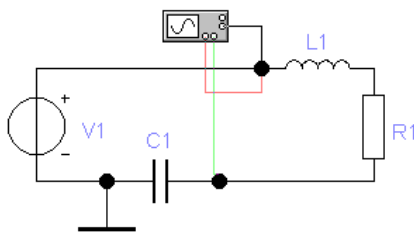

Рис. 4
3.7. Соберите схему для исследования напряжения на емкости в последовательной RLC -цепи (рис. 4). Параметры цепи и органы управления осциллографом – как в предыдущем эксперименте. Сопротивление $R1$ установите равным $3R_{кр}$.
Согласно рис. 4 канал А вертикального отклонения осциллографа отображает напряжение источника $V1$, а канал В – напряжение на емкости в последовательной RLC -цепи. Изображение сигналов на экране осциллографа рекомендуется отображать разным цветом.